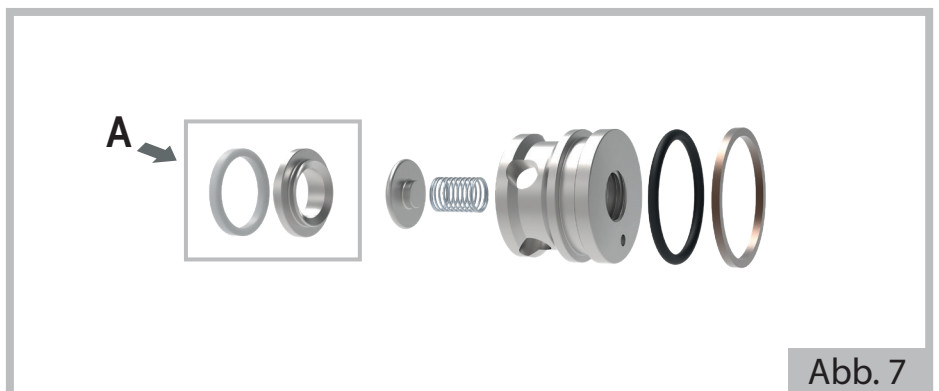

Abb. 7
- c) Auch die Ventilsitze und die entsprechenden Dichtungsringe (Details A Abbildung 7) von Hand herausziehen